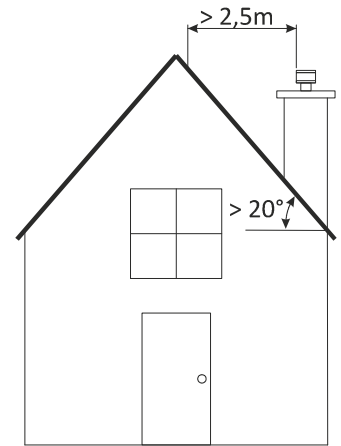

Figura 10
- La parte superior de la chimenea debe sobrepasar como mínimo un metro por encima de la parte más alta (cumbre) del tejado. Esta exigencia es eludible en el caso de tejado con pendiente superior a 20° , si la terminación de la chimenea se encuentra a una distancia horizontal al tejado superior a 2,5 metros, como en la *figura 10*.